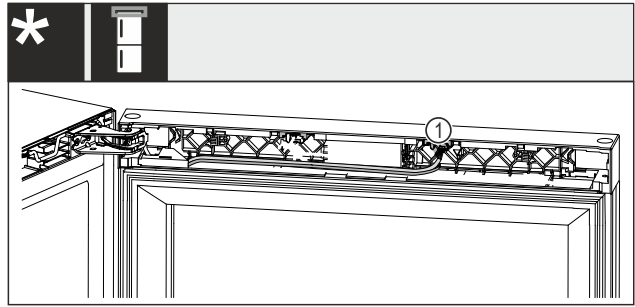

Fig. 25 Комбинации из холодильника для вина и морозильника\*
▶ Вытяните штекер Fig. 25 (1) из гнезда.\*